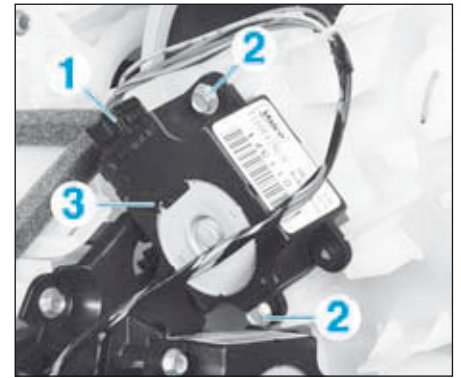

FIG.40
- Débrancher le connecteur (1) (Fig.40).
- Déposer les vis (2).
- Déposer le servomoteur de distribution (3).